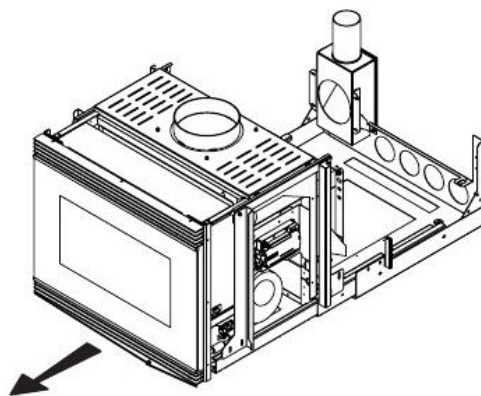

Fig.6.1.2
1. Dégager l'appareil du châssis soubassement. (Fig.6.1.2)